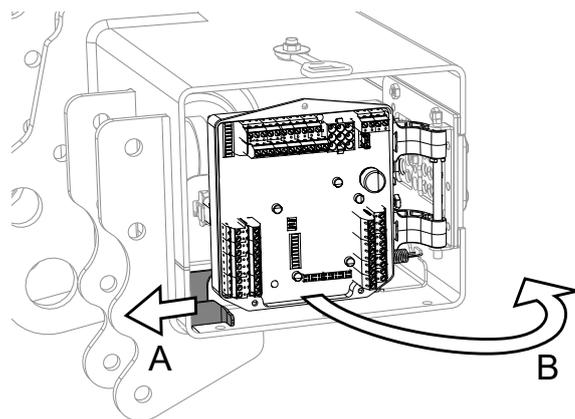
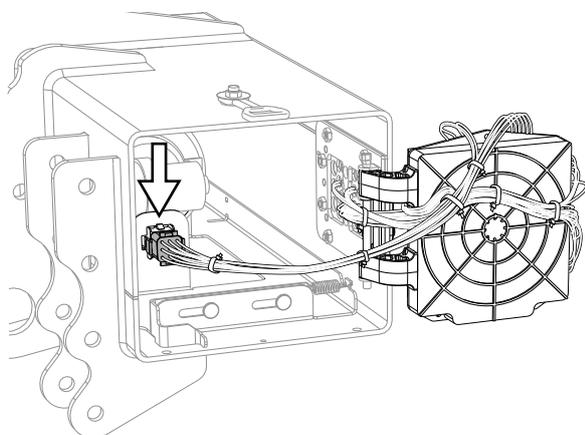

Figura 18. Mando de liberación
Figura 19. Conector
3. Desplegar la tarjeta de control/tarjeta del relé (B) y aflojar el cableado del conector de la unidad hidráulica, véanse Figura 18 y Figura 19.